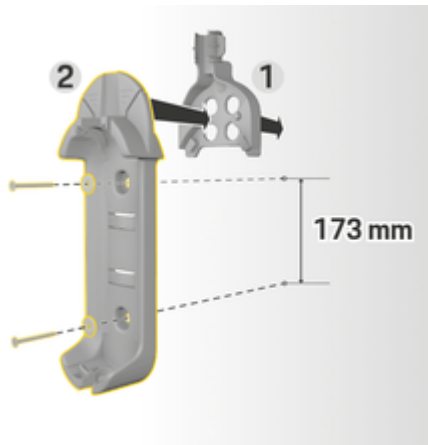

图 131 钻孔尺寸
3. 将基本壁挂支架 2（图 131）从前面按入电缆线路导件 1（图 131）中。